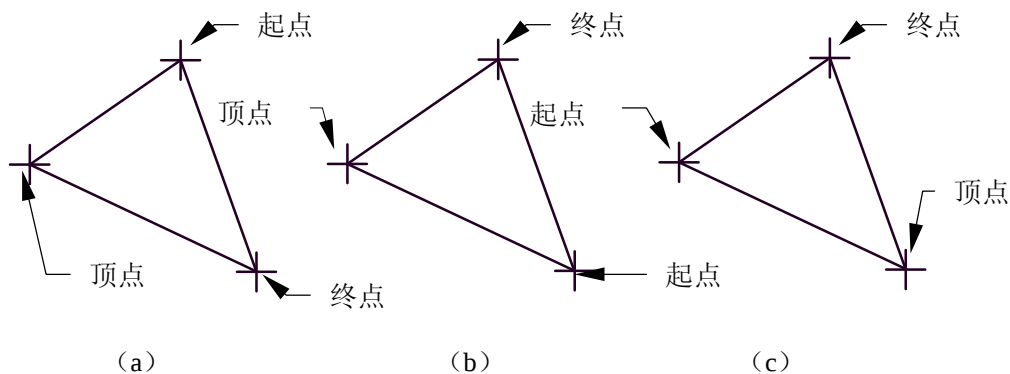

图 11-5 三点夹角的查询
3) 用户在立即菜单中单击【三点夹角】，即可查询任意三点的夹角。按系统提示分别拾取顶点、起始点和终止点后，在【查询结果】对话框中显示出三点的夹角，这里夹角是指以起始点与顶点的连线为起始边，逆时针旋转至终止点与顶点的连线所构成的角，因此三点选择的不同，其查询结果也不相同，例如，图 11-5 中（a）、（b）、（c）的查询结果分别为 300 度、60 度和 315 度。而且从中还可以看出，同一个角，用三点夹角方式和用两直线夹角方式的查询结果也是不同的。